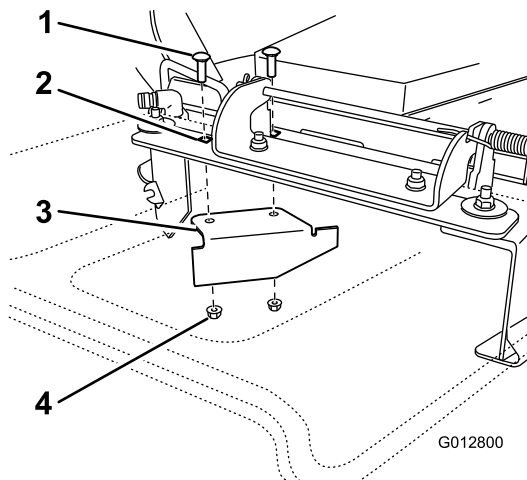

Figura 32
- Localice el tabique en la bolsa de piezas sueltas. Retire las fijaciones de los taladros traseros de la placa de descarga. Instale el deflector en el orificio de descarga lateral de la carcasa de corte (Figura 32).